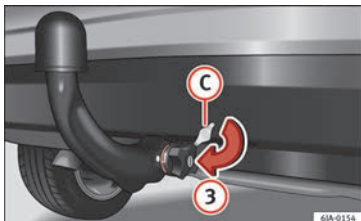

Abb. 198 Aufsetzen der Schlossabdeckung
- Schließen Sie das Schloss des Handrändelrads, indem Sie den Schlüssel (B) bis zum Anschlag in Pfeilrichtung (1) nach rechts drehen – der Pfeil auf dem Schlüssel zeigt auf das Symbol „Schloss geschlossen“.
- Ziehen Sie den Schlüssel in Pfeilrichtung (2) ab.
- Setzen Sie die Abdeckung (C) in Pfeilrichtung (3) » Abb. 198 auf das Schloss des Handrändelrads.